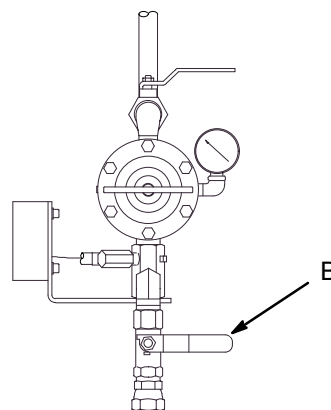

Fig. 4
6. Fig. 4. Cierre la válvula accesoria de aire principal de purga (B).